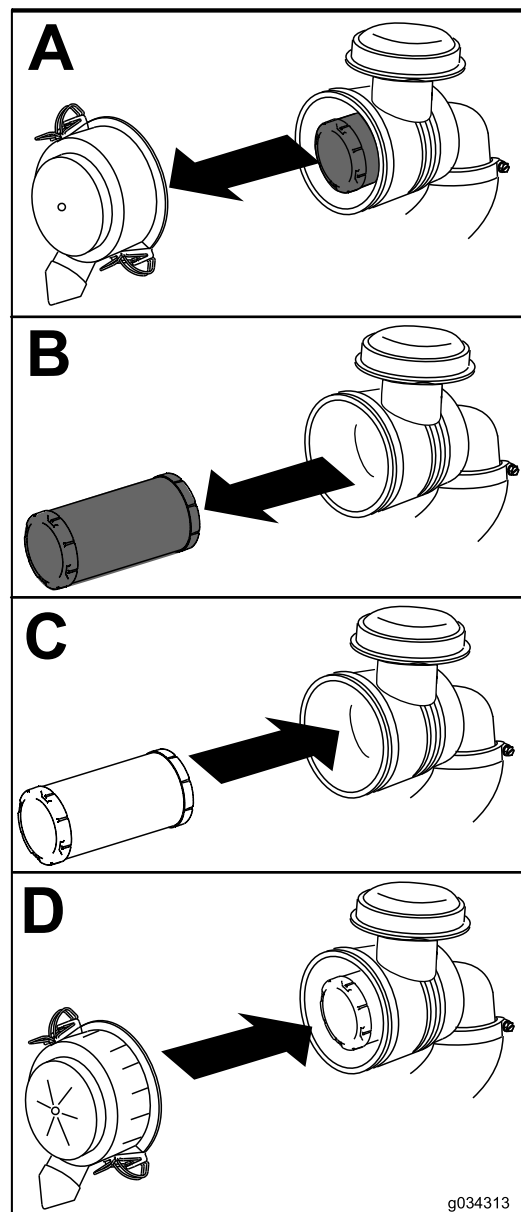

Figure 37
1. Sortez l'élément filtrant hors du boîtier du filtre à air avec précaution (Figure 37).
4. Reposez le couvercle du filtre à air, le côté identifié comme étant le HAUT dirigé vers en haut, puis verrouillez-le en place (Figure 37).